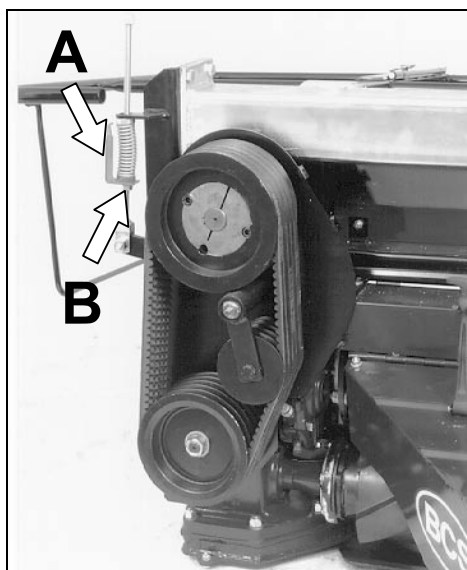

fig.10
- Controllare la tensione delle cinghie verificando che la estremità della molla corrisponda all'estremità dell'indice di riferimento, di colore rosso **A** (fig.10). Se è necessario ripristinare la tensione, agire sul dado **B** (fig.10).
- Check belt tension by checking to make sure that the end of the spring is matched up with the red reference dot **A** (fig.10). If necessary, adjust tension with the nut **B** (fig.10).
- Contrôler la tension des courroies en vérifiant que l'extrémité du ressort correspond à l'extrémité de l'index de référence, de couleur rouge **A** (fig.10). Si nécessaire régler la tension, en agissant sur l'écrou **B** (fig.10).
- Controlar la tensión de las correas comprobando que el extremo del resorte corresponda al extremo del índice de referencia, de color rojo **A** (fig.10). Si es necesario reanudar la tensión, girar la tuerca **B** (fig.10).
- Die Spannung der Riemen überprüfen; dazu das Federende am Ende des roten Bezugsindex **A** (Abb.10) prüfen. Die Riemen, sofern erforderlich, durch Drehen der Mutter **B** (Abb.10) nachspannen.